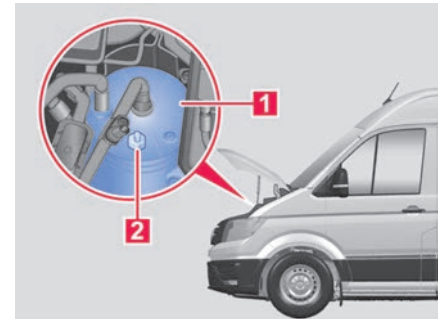

Abb. 152 Im Motorraum: Kraftstofffilter mit Entwässerungsschraube (ausstattungsabhängig).
Ausstattungsabhängig können Sie die Entwässerung des Kraftstofffilters selbst durchführen. Dazu muss am Fahrzeug eine Entwässerungsschraube am Kraftstofffilter verbaut sein → **Abb. 152 1**.
Die Entwässerungsschraube des Kraftstofffilters befindet sich im Motorraum → **Abb. 152 2**.
7. Einen geeigneten, abrutschsicheren Schlauch auf den Stützen der Entwässerungsschraube stecken → **Abb. 152 2**.